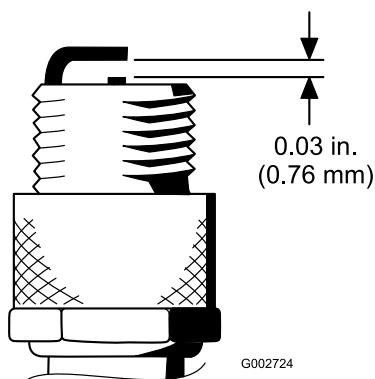

Figura 37
4. Impostate la distanza tra il centro e il lato degli elettrodi a 0,76 mm (Figura 37).